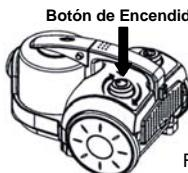

Fig. 11
2. Encienda la unidad con el botón de encendido. (Fig. 11)